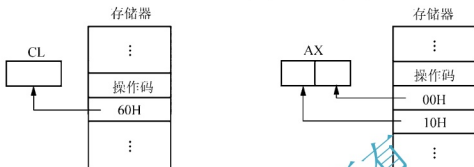

图 3.2 立即数寻址方式
则指令执行情况如图 3.2 所示。执行结果为: (CL)=60H, (AX)=1000H。